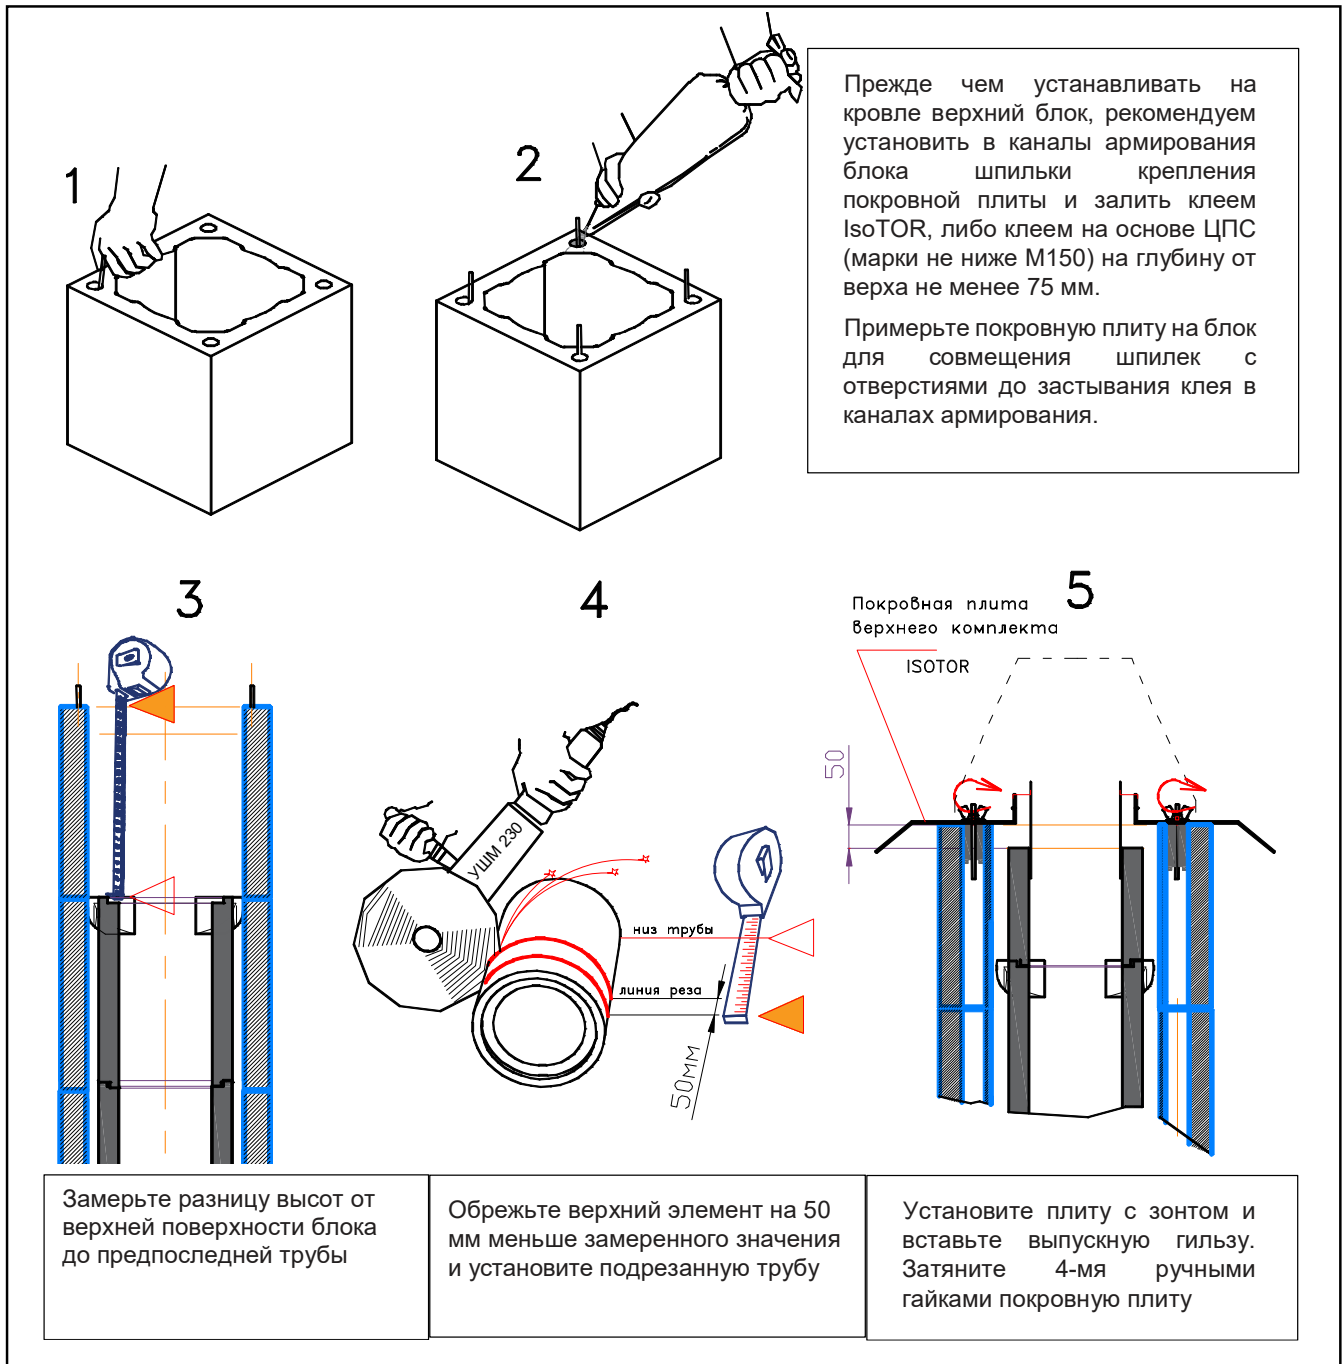

Рис.28
14. Установка верхнего комплекта Schiedel ISOTOR. Рис.28